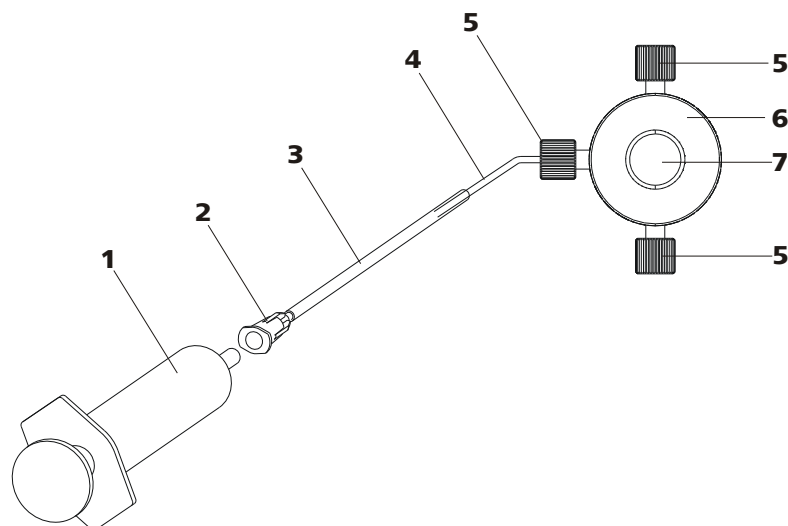

Abbildung 19 Hochdruckpumpe entlüften
Entlüften Sie die Hochdruckpumpe wie folgt (siehe Abbildung 19, Seite 38):
- Spritze (19-1) in den Luer-Anschluss (19-2) der Purge-Kanüle stecken (siehe Abbildung 19, Seite 38).